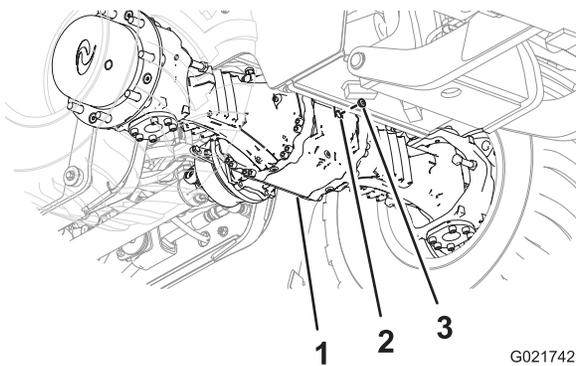
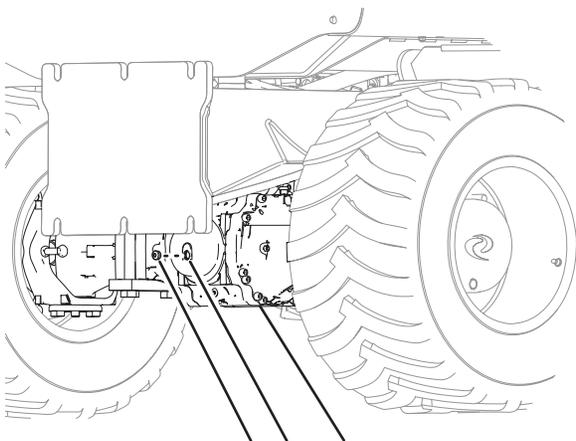

Figura 66
Figura 67
- Verifique pelo orifício de nível se o nível do óleo no eixo está alinhado com a borda interior do orifício (Figura 66 e Figura 67).
- Instale o bujão no orifício de nível na caixa do pinhão do eixo (Figura 66 e Figura 67).